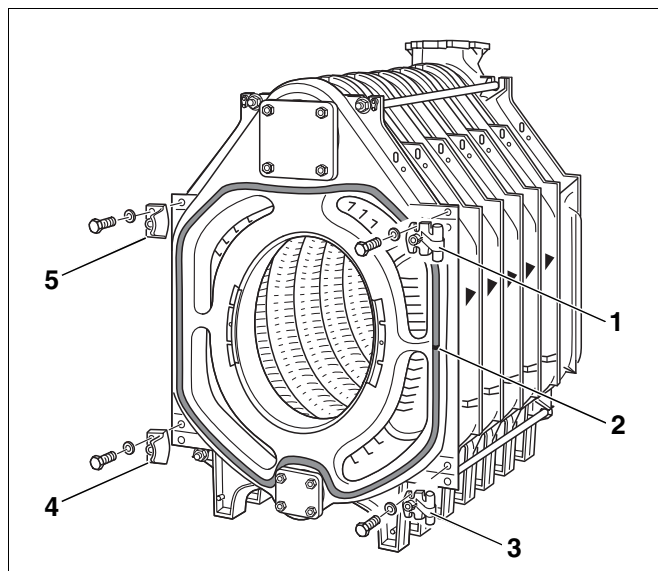

Fig. 31 Montarea balamalelor "tată" și a dispozitivelor de închidere
- Se aplică câteva picături de adeziv Silastik la distanță de 15–20 cm în canelurile de etanșare (fig. 31, **poz. 2**) de pe elementul anterior (fig. 31).
- Șnurul de etanșare GP se introduce în canelura de pe elementul anterior. Îmbinarea capetelor șnurului de etanșare trebuie să fie poziționată lateral (fig. 31, **poz. 2**).
- Balamalele "tată" (deschidere spre dreapta) se fixează cu câte 2 șuruburi mecanice M12 × 55 de elementul anterior (fig. 31, **poz. 1 și 3**). Pentru deschidere spre stânga se fixează în mod corespunzător în partea stângă.
- Dispozitivele de închidere cu ghidajele oblice ale ușii arzătorului (deschidere spre dreapta) se fixează cu câte 2 șuruburi mecanice M12 × 55 de elementul anterior (fig. 31, **poz. 4 și 5**). Pentru deschidere spre stânga se fixează în mod corespunzător în partea stângă.